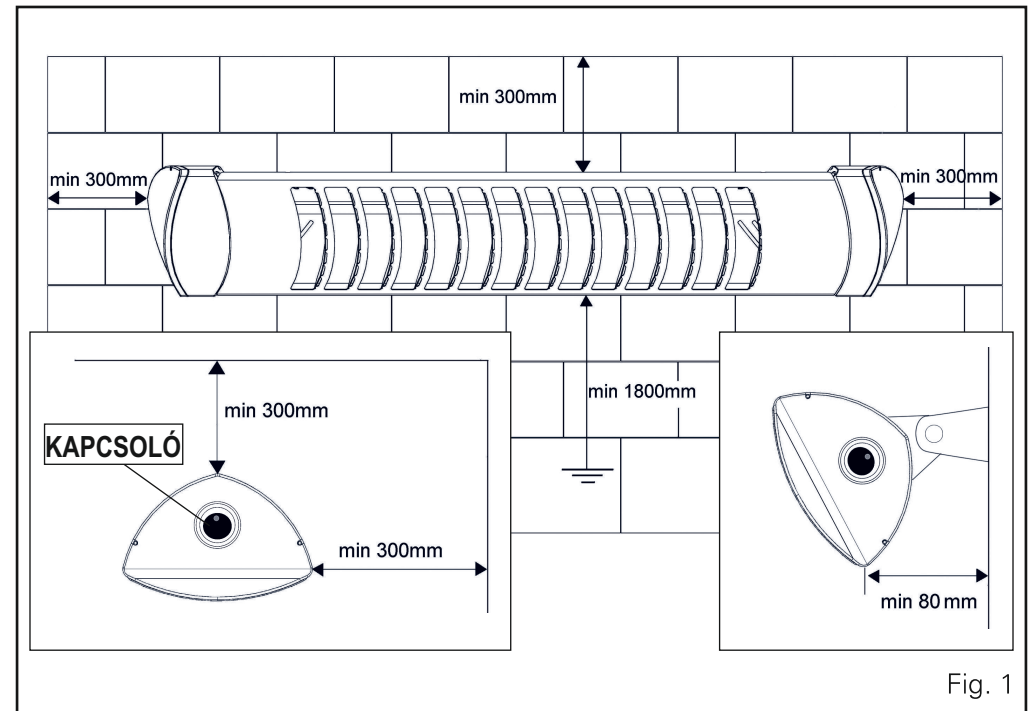

Fig. 1
2. Vízszintes függesztés esetén minimum 30 cm légrést kell hagyni a mennyezet és a hőszugárzó teteje között. Faltól 30 cm távolságra kell elhelyezni, a készülék sarka és a fal között minimum 8 cm távolságot kell hagyni. (fig. 1).
4. A padlótól minimum 180 cm távolságra kell felszerelni (fig. 1). Mosdókban 225 cm ez a távolság.